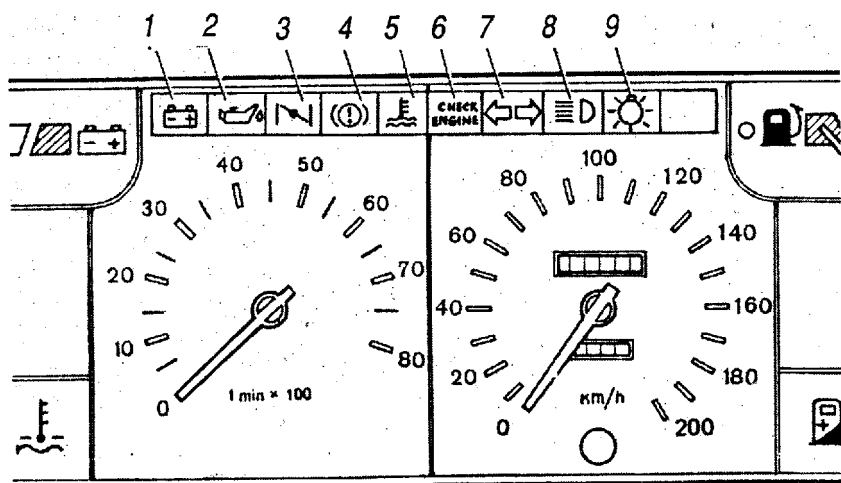

Рис. 3. Комбинация приборов
Комбинации приборов указанных автомобилей имеют некоторые отличия по количеству и назначению контрольных и сигнальных ламп (см. рис. 3).
3. Включить стартер после того, как погаснет контрольная лампа 6 (см. рис. 3) «двигатель неисправен», т. е. через 2-3 сек.